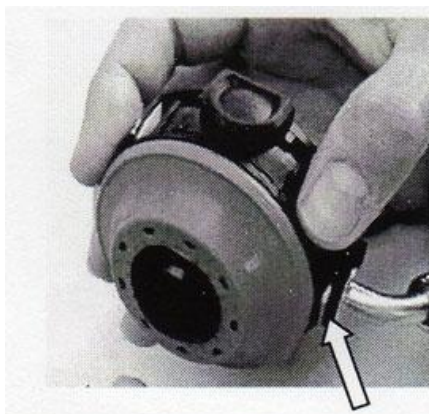

Fig. 27 – Montagem da Linha de Pressão Média
(3) Montagem da Linha de Pressão Média
- Empurre o clipe em U **da lateral do diafragma** (→ seta na Fig. 27) nos orifícios do invólucro até parar. A linha de pressão média está fixada.